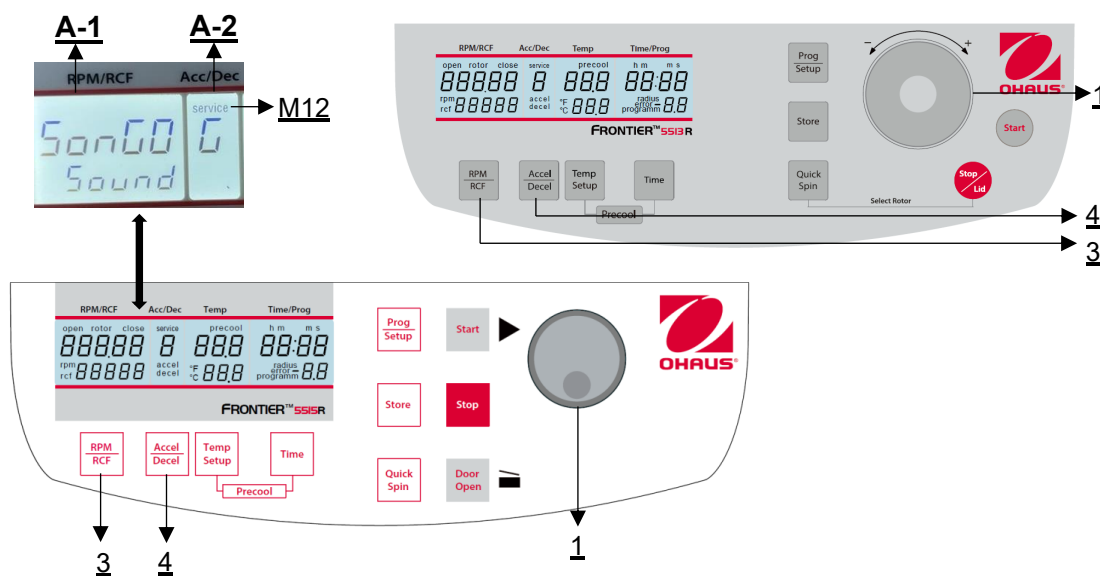

Abbildung 29
Gehen Sie wie unter Punkt 4.1.1 beschrieben vor, um in diesen Programmmodus zu gelangen und drücken Sie dann die Taste **"Accel/Decel"** (4). In der Anzeige **"Acc/Dec"** (A-2) blinkt das Wort **"Service"** (M12). Wählen Sie nun mit dem Einstellknopf / Touch Wheel (1) den Buchstaben **"G"** aus. Daraufhin erscheint in der Anzeige **"RPM | RCF"** (A-1) der Schriftzug "SonGo/Sound". Nachdem Sie die Taste **"RPM | RCF"** (3) gedrückt haben, können Sie mit dem Einstellknopf / Touch Wheel (1) einen Song auswählen (**siehe Abbildung 29**).